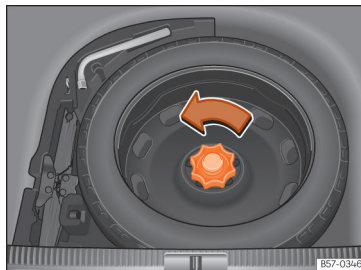

Fig. 241 În portbagaj: podeaua ridicată a portbagajului.
- Rotiți butonul rotativ în sens antiorar »» fig. 241.